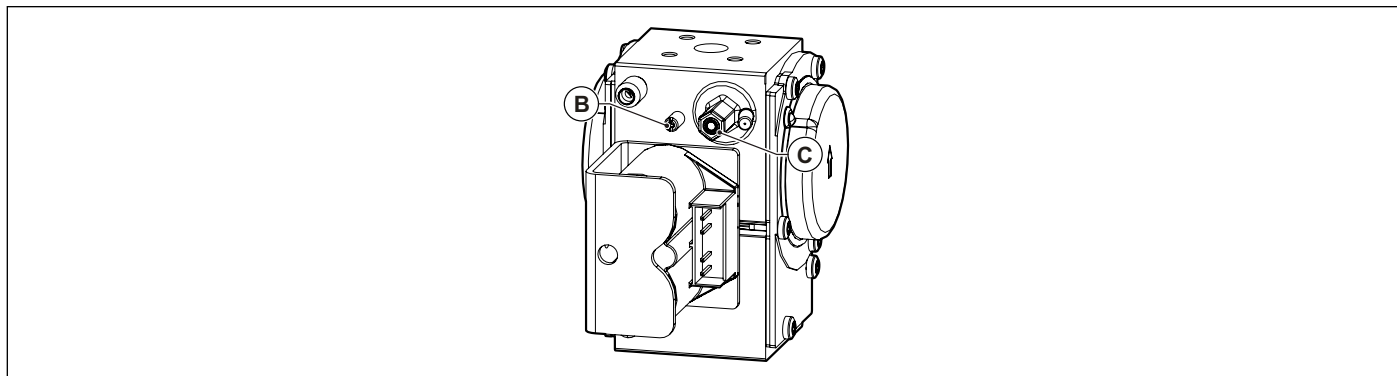
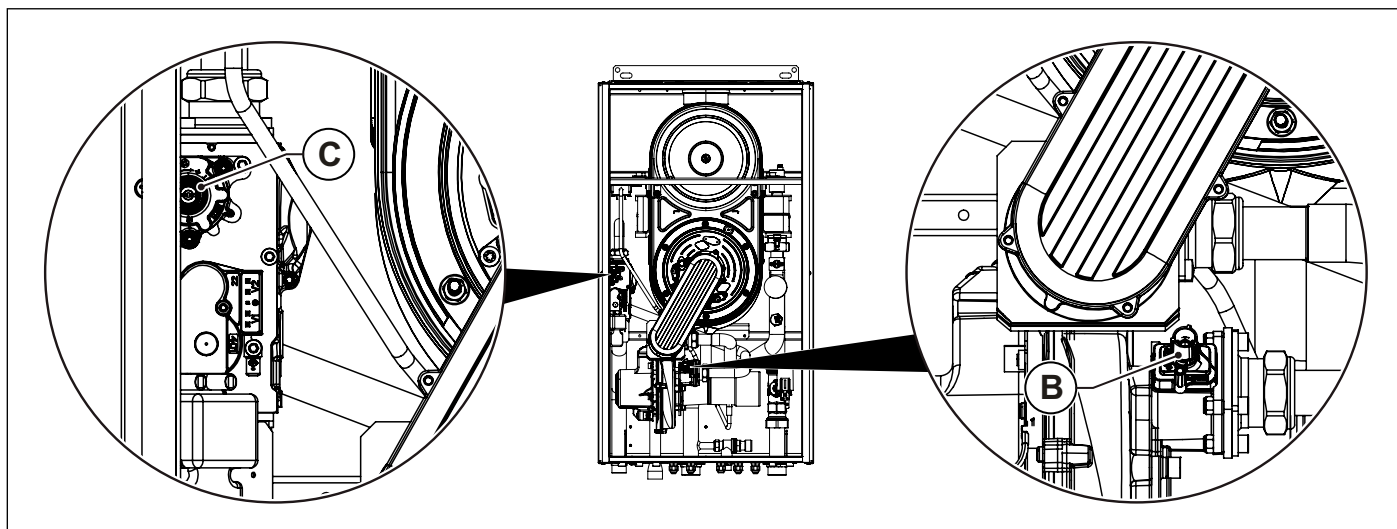

Рис. 47 Регулировка уровни содержания углекислого газа KR 85 - KR 99 - KR 120
Рис. 48 Регулировка уровни содержания углекислого газа KR 150
- Отрегулировать уровень содержания углекислого газа ( $CO_2$ ) в дымовых газах с помощью соответствующего регулятора **B** (смотри Рис. 47 Регулировка уровни содержания углекислого газа KR 85 - KR 99 - KR 120 и Рис. 48 Регулировка уровни содержания углекислого газа KR 150и удостовериться, что его величина находится в пределах, указанных в Табл. 1 Тарировочные данные KR 85 и Табл. 3 Тарировочные данные KR 120 и Табл. 4 Тарировочные данные KR 150.
- Отрегулировать уровень содержания углекислого газа ( $CO_2$ ) в дымовых газах, вращая регулятор «offset» **C** (смотри Рис. 47 Регулировка уровни содержания углекислого газа KR 85 - KR 99 - KR 120 и Рис. 48 Регулировка уровни содержания углекислого газа KR 150и удостовериться, что его величина находится в пределах, указанных в Табл. 1 Тарировочные данные KR 85 и Табл. 3 Тарировочные данные KR 120 и Табл. 4 Тарировочные данные KR 150.